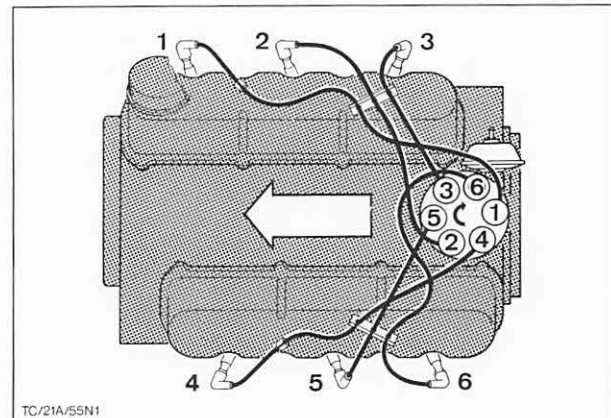

Abb. 212 Zündkabelanordnung (Zündfolge)
19. Zündkerzen einschrauben und vorschriftsmäßig befestigen. Zylinderkopfhauben, Kabel an Geber-Fernthermometer sowie Zündkabel an Zündkerzen und Zündspule aufstecken, Abb. 212.